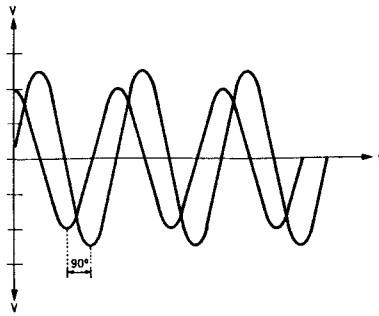

Fig.4
- Op de oscilloscoop moeten nu sinusvormige signalen (V-out) zichtbaar zijn (zie fig. 4) welke na ca. 2sec. symmetrisch rond de 0-as liggen en 90° in fase t.o.v. elkaar verschoven zijn.